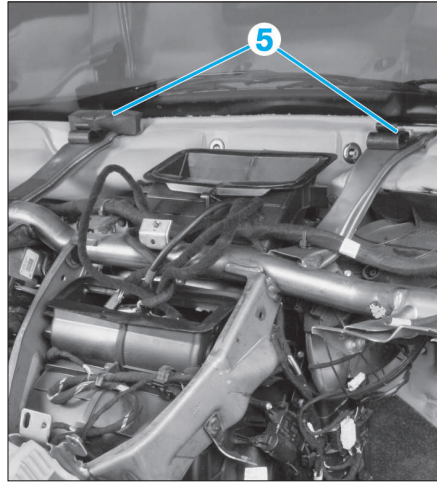

FIG. 12
- Déposer les vis de fixation supérieures (5) (Fig.12).